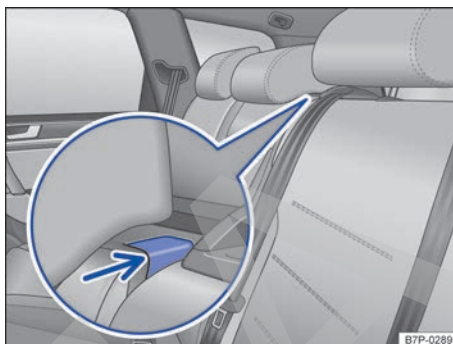

Fig. 231 En el respaldo del asiento trasero: tecla de desbloqueo.
- Presione la palanca de desbloqueo → fig. 231 (flecha) y abata la parte central del respaldo del asiento trasero completamente hacia delante.